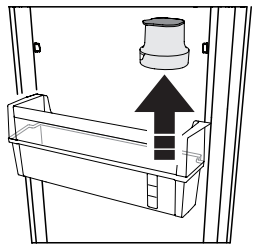

Fig. 4
- Enlevez le filtre de la tablette (**Fig. 4**);